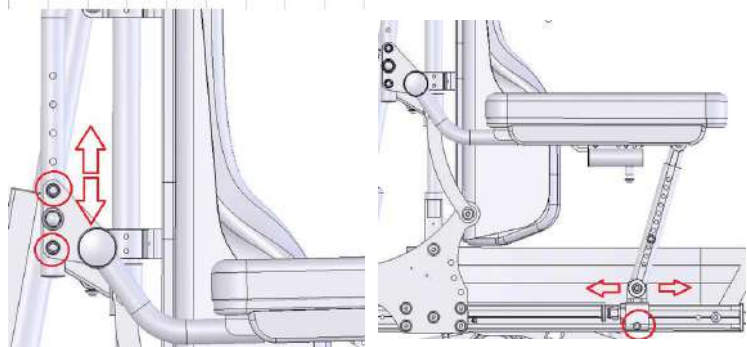

Figura 5-67
- Para ajustar la altura del reposabrazos, use una llave Allen número 4 y una llave de cubo número 10 para aflojar los tornillos. Ajuste la altura y vuelva a apretar los tornillos. (Figura 5-67).